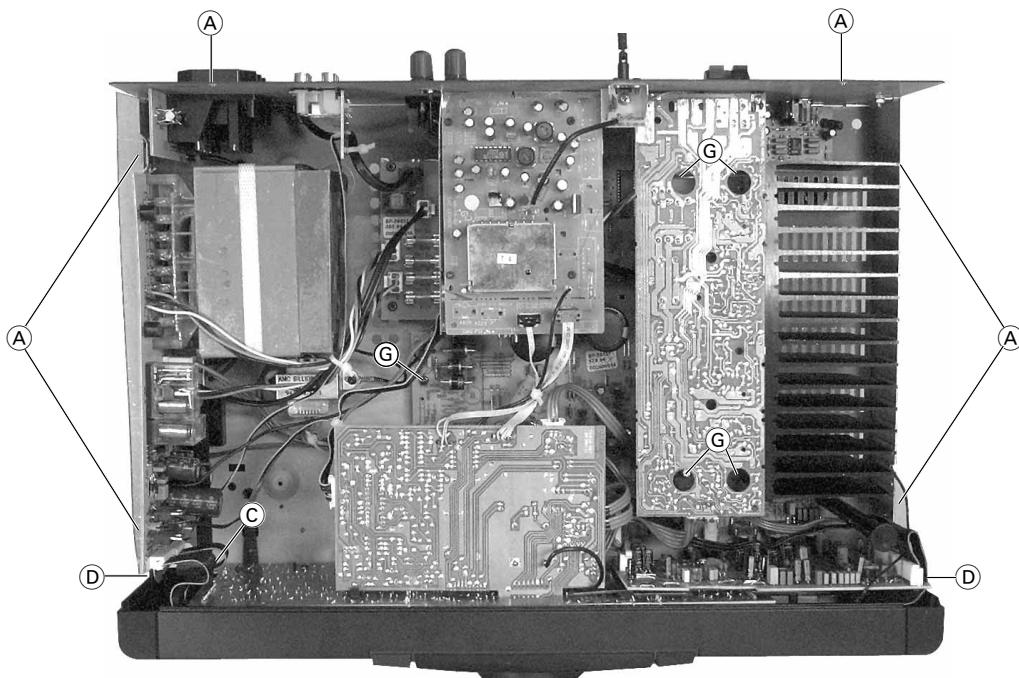

Fig. 1
- 6 Schrauben **A** herausschrauben (Fig. 1).
- Rastung **C** der Netztaste ausrasten (Fig. 1).
- 2 Rastnasen **D** ausrasten (Fig. 1).
- Disengage the mains button **C** (Fig. 1).
- Disengage the 2 catches **D** (Fig. 1).
- 5 Schrauben **G** herausschrauben (Fig. 1).
- Undo 5 screws **G** (Fig. 1).